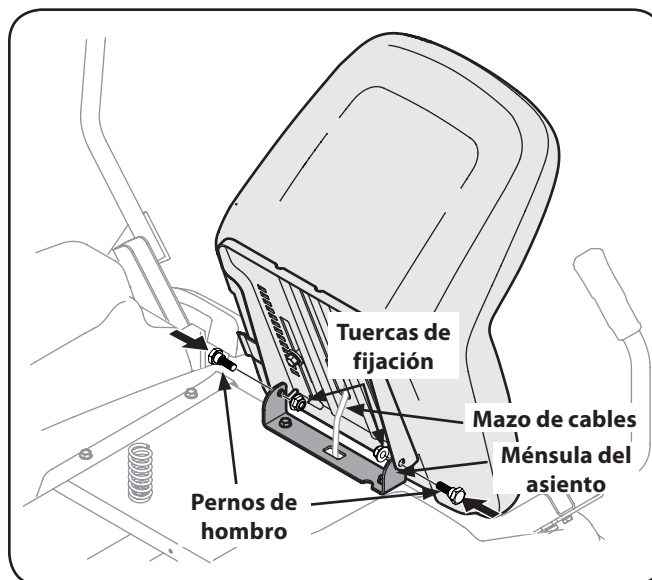

Figura 3-3
Gire el asiento en su posici  n y asegure el asiento en su lugar con los pernos de reborde y tuercas de sujeci  n que extrajo antes. Tenga cuidado de no doblar o da  nar el cableado mientras instala el asiento. Vea la Figura 3-3.
5. Deslice la arandela plana en el tornillo hexagonal. Desde el exterior, insertar el tornillo hexagonal con arandela a través de la ranura de la palanca de control y el orificio de la ménsula de pivote. Vea la Figura 3-3. El uso de un 1/2 "llave apriete el tornillo, pero no los apriete completamente.